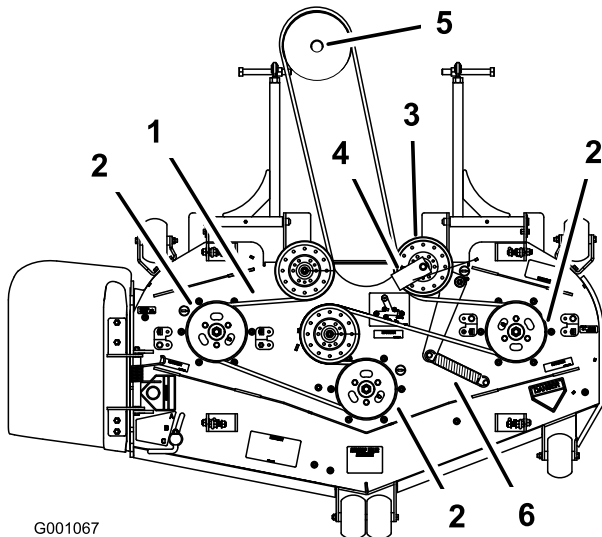

Bild 56
6. Verlegen Sie den neuen Riemen um die Mähwerk- und Getriebespannscheiben unter dem Motor (Bild 56).
7. Setzen Sie die Feder im Spannarm ein (Bild 56).
8. Setzen Sie die Riemenführung mit einem Winkel von 45 Grad auf dem gefederten Spannarm ein, siehe Bild 56.